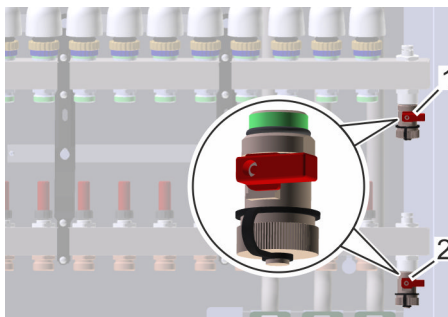

Abb. 63: Befüll- und Entleerhähne
- 1.** Sicherstellen, dass die Befüll- und Entleerhähne (Abb. 63/1, 2) geschlossen sind.